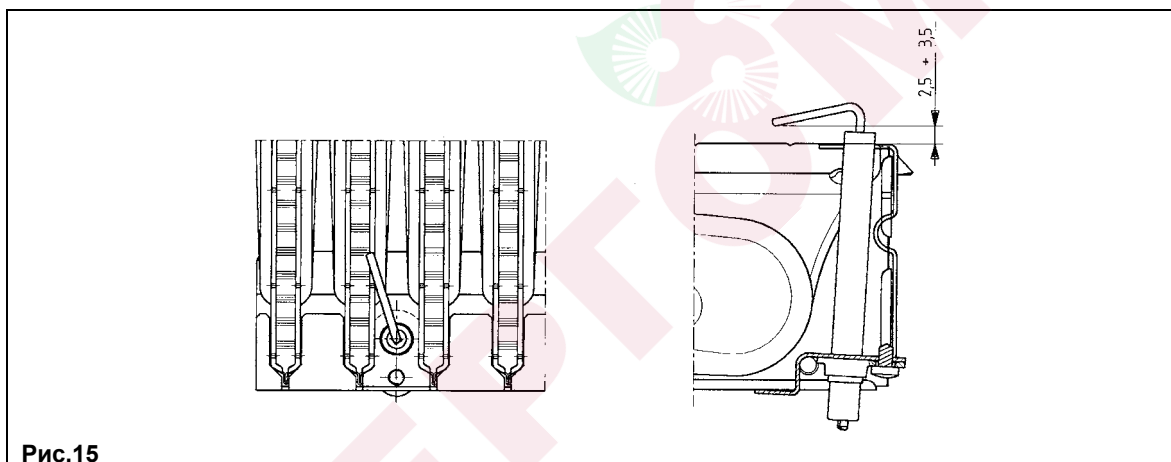

Рис.15
- открыть кран слива бойлера (Рис. 15);
Подсоедините гибкий шланг (входит в комплект поставки) к местам подсоединений **А** и **В** как показано на Рис. 15.